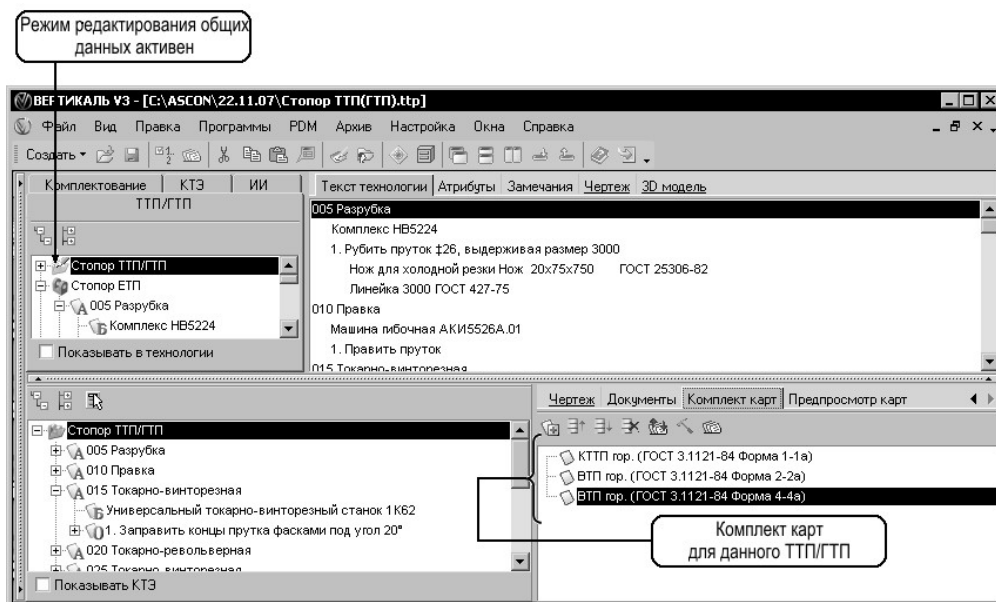

Рис. 9.65. Выбор и настройка комплекта карт ТТП/ГТП
- 1) Выбор и настройка параметров карт производится в режиме редактирования общих данных ТТП/ГТП. Список выбранных карт отображается на вкладке **Комплект карт** (рис. 9.65). При этом существует возможность добавления карты в комплект (из справочника УТС), удаления карты, а также редактирования ее параметров.